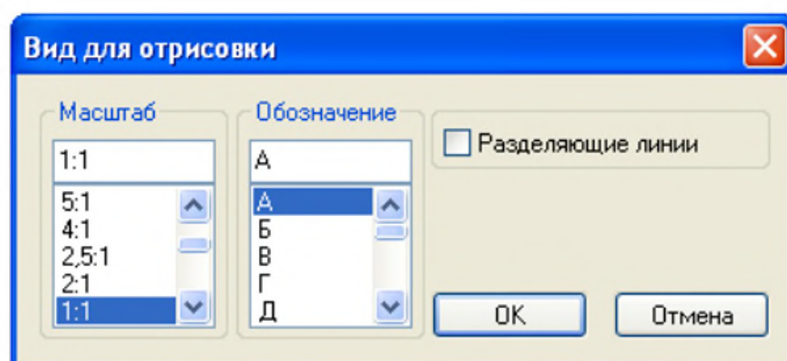

Рис. 5.7
2. Появится диалоговое окно **Вид для отрисовки** (рис. 5.7). В нем нужно выбрать литеру обозначения разреза и его масштаб. Важно помнить, что масштаб разреза задается относительно главного вида, на основе которого он строится. Затем надо нажать кнопку **ОК** или клавишу **Enter**.